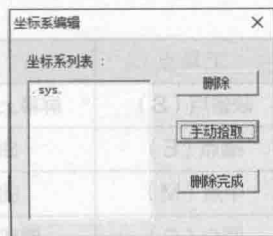

图 1-20 【坐标系编辑】对话框
③ 隐藏坐标系。选择【工具】/【坐标系】/【隐藏坐标系】命令，或单击坐标系工具栏中的  按钮，然后直接选择需要隐藏的坐标系即可。
④ 显示所有坐标系。选择【工具】/【坐标系】/【显示所有坐标系】命令，或单击坐标系工具栏中的  按钮，然后直接选择需要显示的坐标系即可。
⑤ 删除坐标系。选择【工具】/【坐标系】/【删除坐标系】，或单击坐标系工具栏中的  按钮，弹出【坐标系编辑】对话框，如图 1-20 所示，然后选择需要删除的坐标系即可。